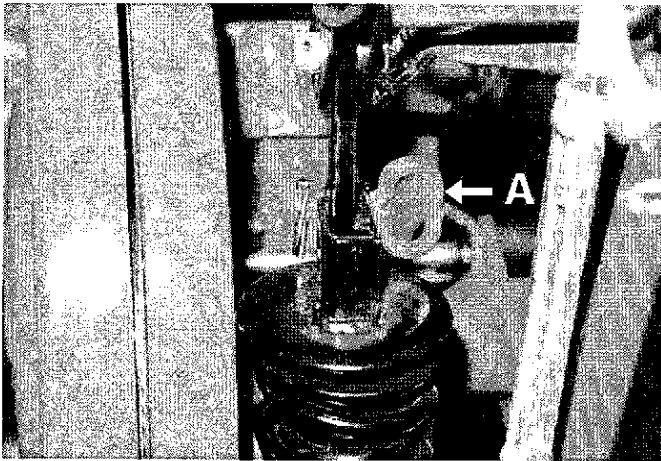

fig.29
**I** Prima di staccare la Rotex TSB dal trattore, alzare il sollevatore, attivare il fermo rosso G fig.30/a ruotandolo verso il basso, lungo l'asta (per la Rotex 7 dischi inserire anche il perno A fig.29).
**CB** Before detaching the Rotex TSB from the tractor, raise the lifting unit, activate the red stop G fig.30/a by turning it downwards, along the rod (for the Rotex 7 discs insert the pin A as well fig. 29).
**E** Avant de détacher la Rotex TSB du tracteur, il faut élever le souleveur, activer l'arrêt rouge G fig.30/a en le tournant vers le bas, le long de la tige (pour la machine avec 7 disques, il faut aussi insérer le pivot A fig.29).
**II** Antes de desconectar la Rotex TSB del tractor, hay que levantar el elevador, activar el bloqueo rojo G fig. 30/a girándolo hacia abajo, a lo largo de la varilla (para la Rotex de 7 discos, hay que introducir también el perno A fig.29).
**D** Vor Aushängen der Rotex TSB vom Traktor die Hubeinrichtung hochfahren, die rote Blockierung G Abb. 30/a aktivieren; diese dazu nach unten entlang der Leiste drehen (bei dem Gerät mit 7 Scheiben auch den Zapfen A Abb.29) einstecken.